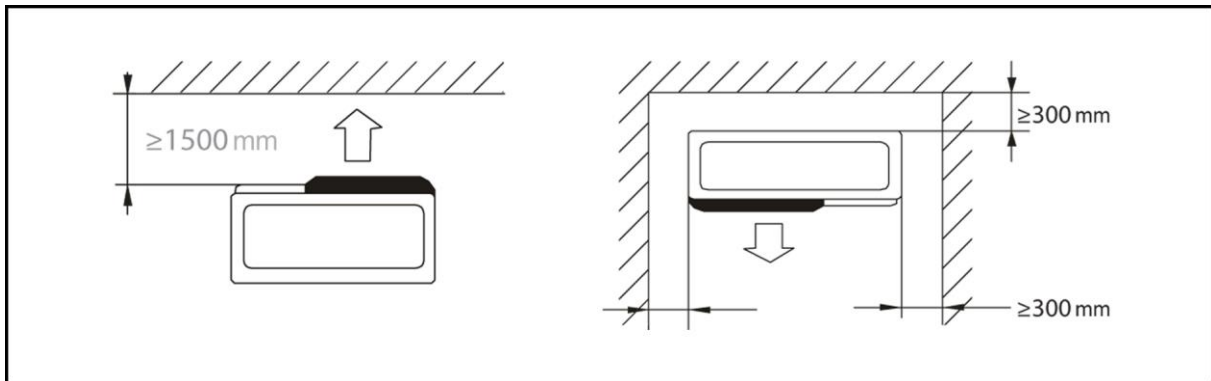

Abb. 3
- Lassen Sie an den Seiten und an der Rückseite der Wärmepumpe einen Freiraum von mind. 30 cm (Abb. 3).